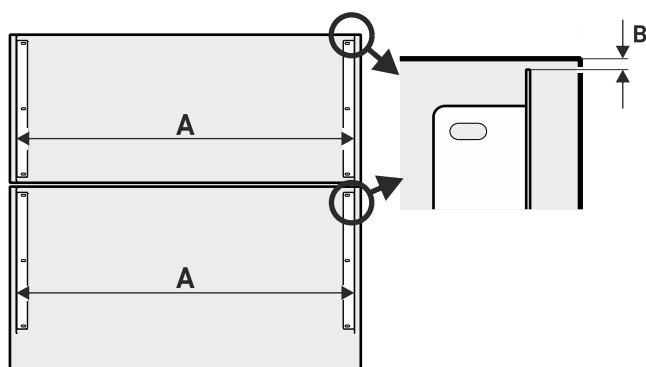

Fig. 37
- Namontujte upevňovací úhelníky s ohledem na vzdálenost Fig. 37 (A) a vzdálenost Fig. 37 (B).